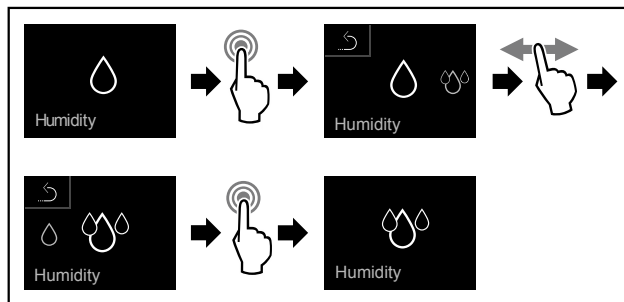

Fig. 69
- ▶ Wykonać czynności (patrz Fig. 69).